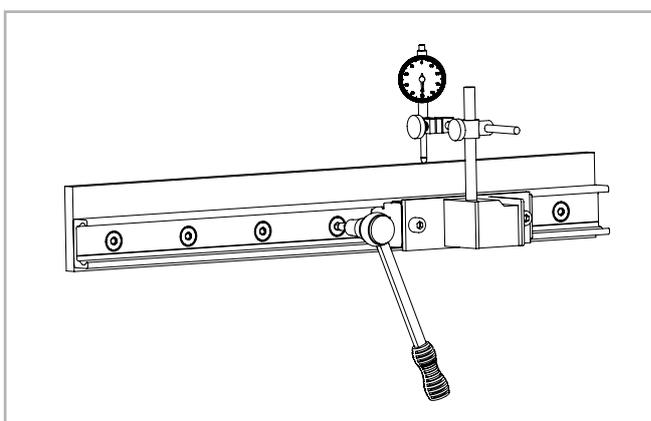

Fig. 154
(2) Montare un comparatore sul cursore in modo da misurare lo spostamento della guida rispetto ad una linea di riferimento. Posizionare ora il cursore al centro della guida e azzerare il comparatore. Muovere il cursore avanti e indietro coprendo di volta in volta la distanza tra due fori e allineare accuratamente la guida. Ora serrare le tre viti al centro di questa zona con la coppia di serraggio prescritta, vedere fig. 154.
(3) Posizionare il cursore ad un'estremità della guida e allineare con attenzione la guida al valore zero del comparatore.